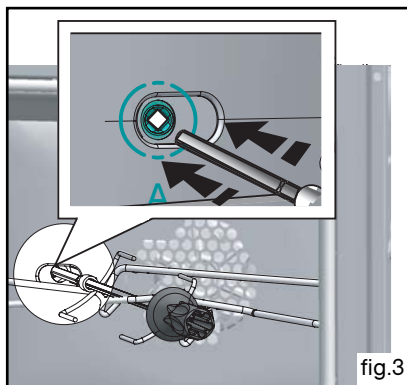

fig.3
- poussez légèrement pour engager la pointe de la broche dans le carré d'entraînement situé au fond du four (fig.3).
- Appuyez sur la touche  pour valider l'heure (fig.3).
Appuyez sur le bouton , l'affichage de la durée clignote.(fig.3).
Appuyez sur le bouton , l'affichage de la fin de cuisson clignote.(fig. 3).